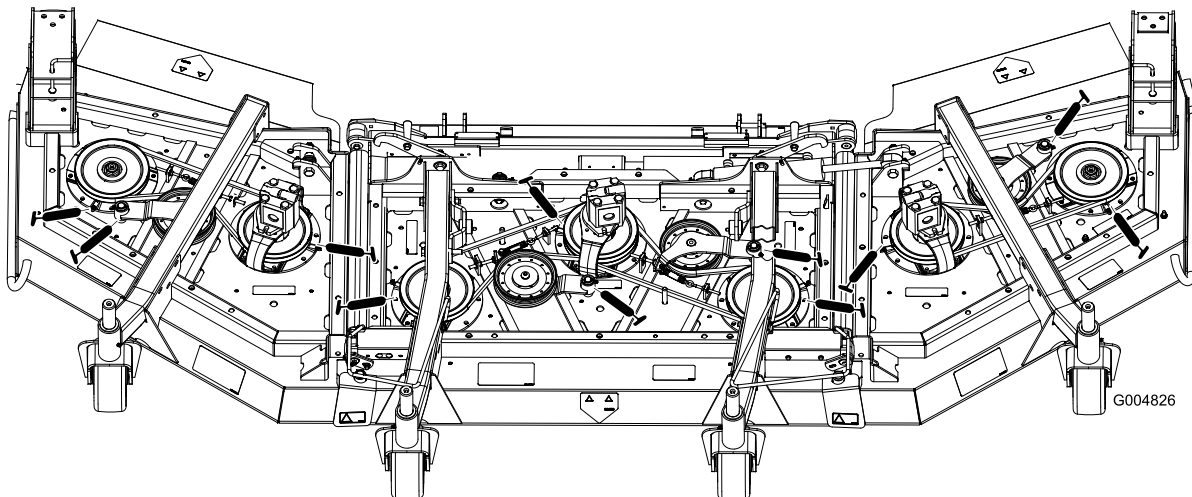

Bild 66
- Spindelwellenlager (3) (unter der Riemenscheibe) (Bild 66)
- Spannarm-Drehbüchsen (2) (Bild 66)